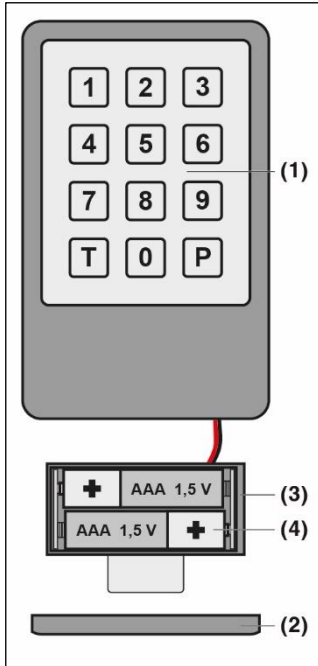
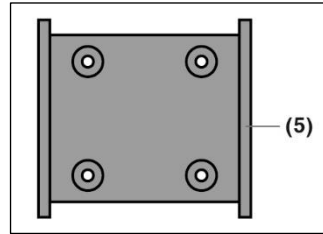

Fig. 1
Fig. 2
3 Gerätebeschreibung (Fig. 1 und Fig. 2)
4.1 Funk-Codetaster montieren (Fig. 1 und 2)